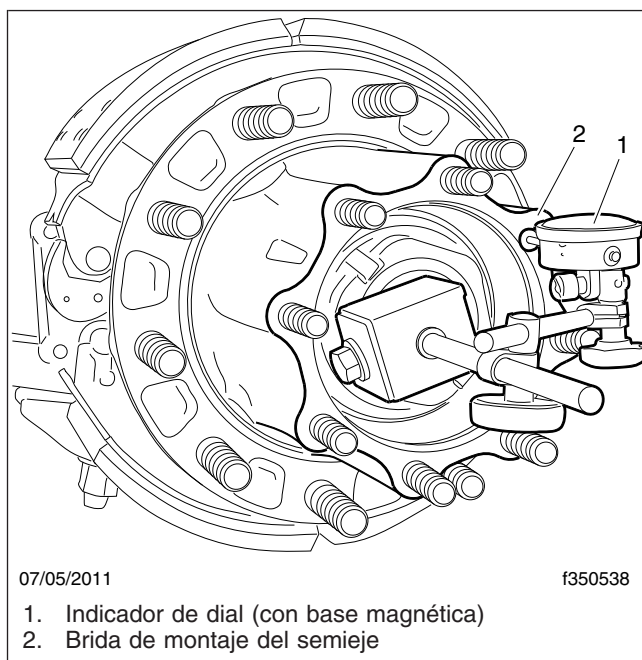

Figura 7, Configuración del indicador de dial
- 12.1 Fije la base magnética de un indicador de dial al vástago y ponga el extremo de medición del indicador a escuadra contra la brida según se muestra en la Figura 7.